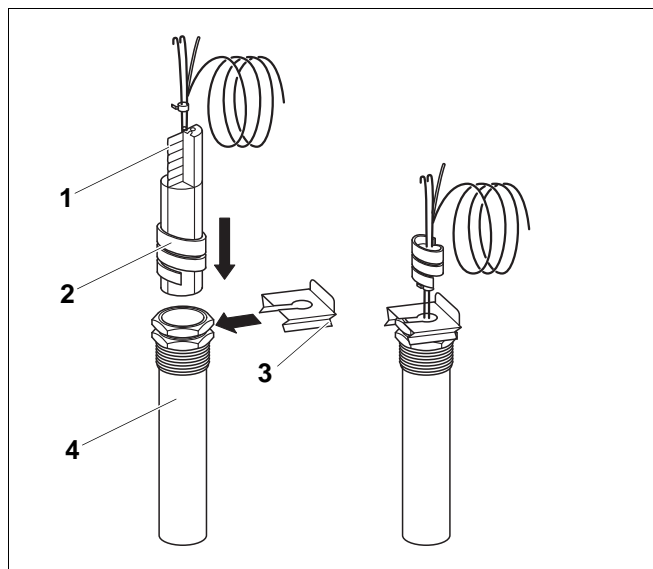

Рис. 21 Установка пластмассовой спирали в погружную гильзу.
- Пластмассовая спираль (рис. 21, поз. 2) – предназначена для прижатия датчиков друг к другу. При установке она автоматически сдвигается назад.
Чтобы создать контакт между гильзой (рис. 21, поз. 4) и поверхностями датчиков и обеспечить надежную передачу температуры, необходимо между датчиками вставить компенсационную пружину (рис. 21, поз. 1).